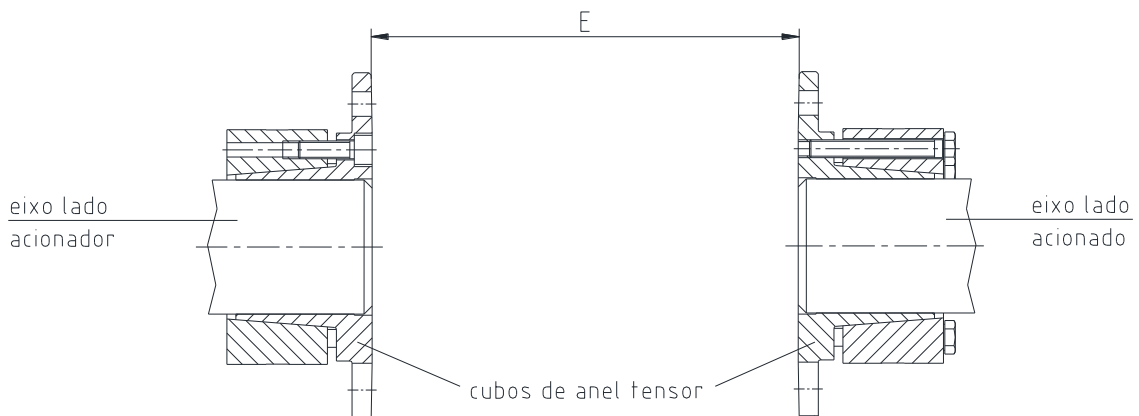

Figura 18: Montagem do anel de fixação no cubo
- A face do eixo não deve ultrapassar a face interna do cubo com bucha cônica (ver figura 18).